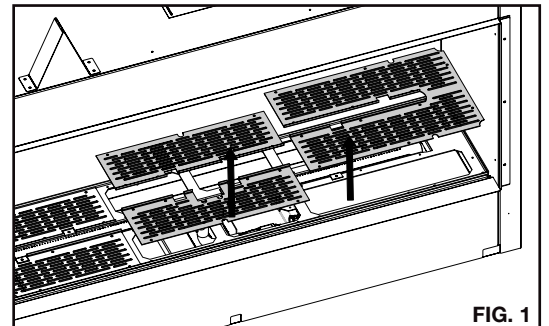

FIG. 1
3. Uninstall the screws securing the media tray mesh and lift them out of the appliance. **(Fig. 1)**
3. Désinstallez les vis de fixation de la grille du plateau et sortez-la de l'appareil en la soulevant. (Fig. 1)